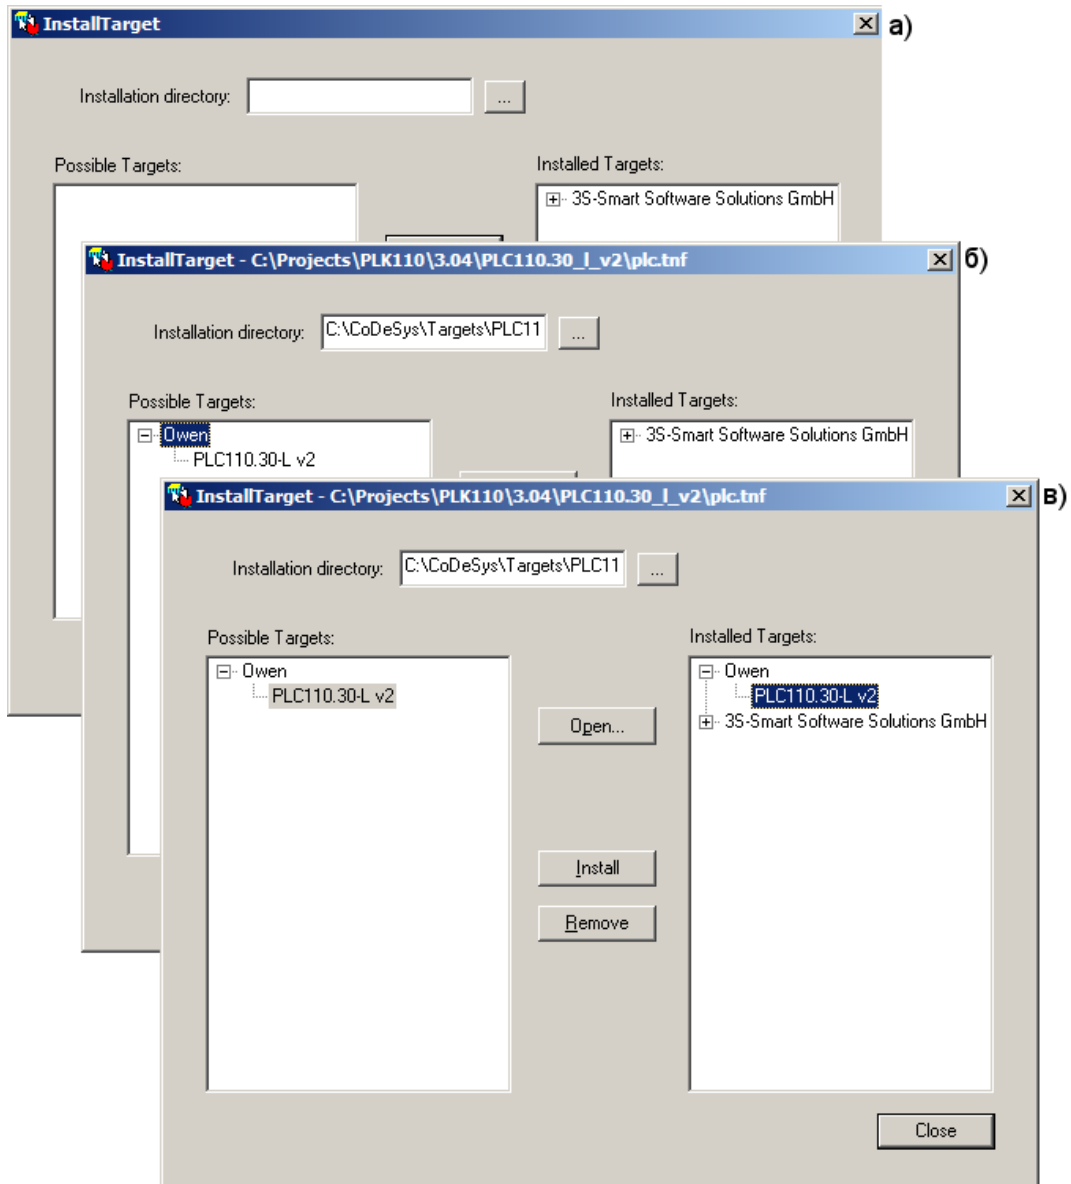

Рисунок 3.1 – Окно «InstallTarget» утилиты InstallTarget
- 2) В открывшемся окне утилиты «InstallTarget» окне (рисунок 3.1, а) – нажать кнопку «Open (Открыть)».
В поле «InstalledTargets» отобразится перечень ранее установленных файлов (см. рисунок 3.1, б).
- 4) После того, как требуемый Target-файл выделен, следует нажать кнопку «Install». Target-файл будет инсталлирован на используемый ПК. В поле «InstalledTargets» он отобразится в перечне установленных файлов (см. рисунок 3.1, в).